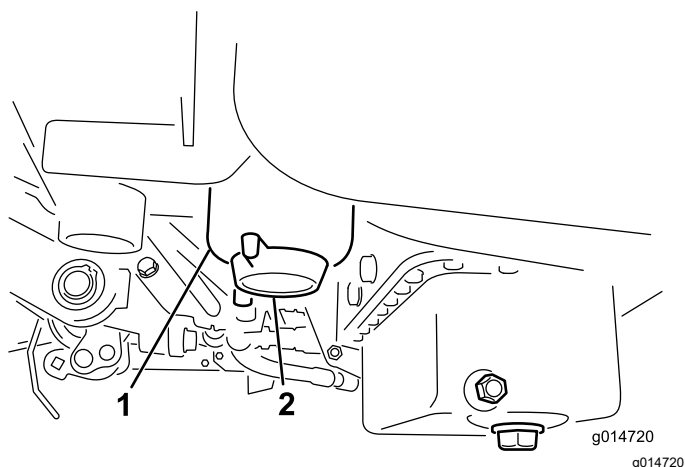

Рисунок 35
2. Очистите область крепления стакана фильтра (Рисунок 35).
4. Откройте сливную пробку фильтра (Рисунок 35).